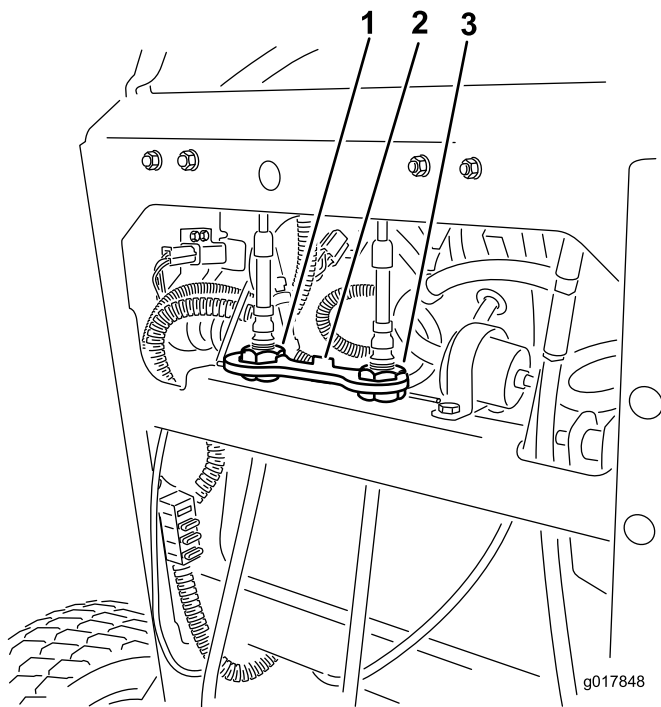

Figura 71
2. Sollevate e togliete il blocco del cavo che fissa i dadi di regolazione del cavo (Figura 71).
6. Montate il blocco del cavo sui dadi di regolazione del cavo per fissare la regolazione (Figura 71).